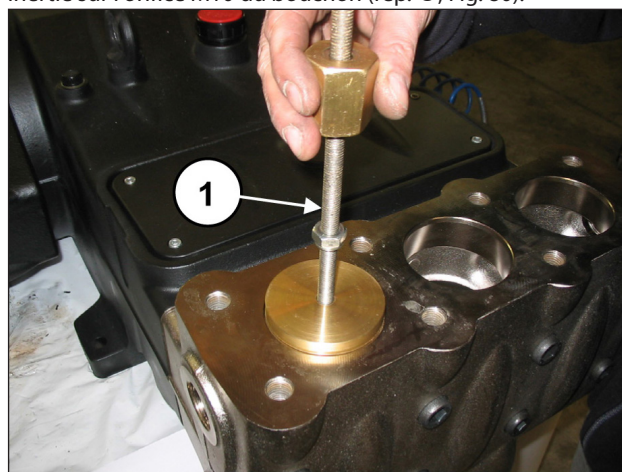

Fig. 80
Extraire le bouchon de soupape en appliquant un chasoir à inertie sur l'orifice M10 du bouchon (rep. ①, Fig. 80).